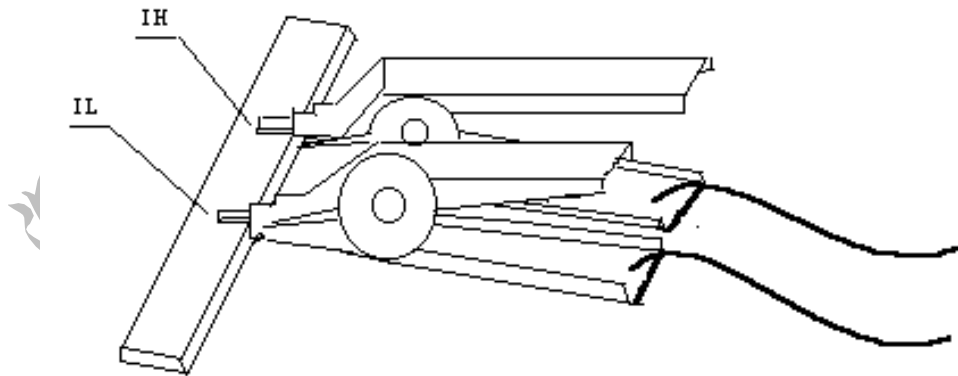

图 5—1 高精度短路法
开机预热 20 分钟，连接测试夹具，将测试夹具短路，按一下 (6) 清零键。若要进行低阻高精度测试，应按图 5—1 方式短路